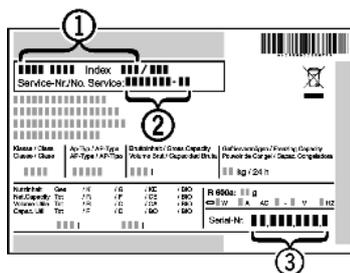

Fig. 9
► Leggere la denominazione dell'apparecchio Fig. 9 (1), il n° assistenza Fig. 9 (2) e il n° di serie Fig. 9 (3) sulla targhetta identificativa. La targhetta identificativa è situata all'interno dell'apparecchio, sul lato sinistro.
► Informare il servizio di assistenza e comunicare il difetto, la denominazione dell'apparecchio Fig. 9 (1), il n° assistenza Fig. 9 (2) e il n° di serie Fig. 9 (3).